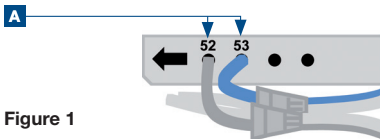

Figure 1
- 05 Insérez les câbles pontés dans le connecteur XE2 (figure 1) :